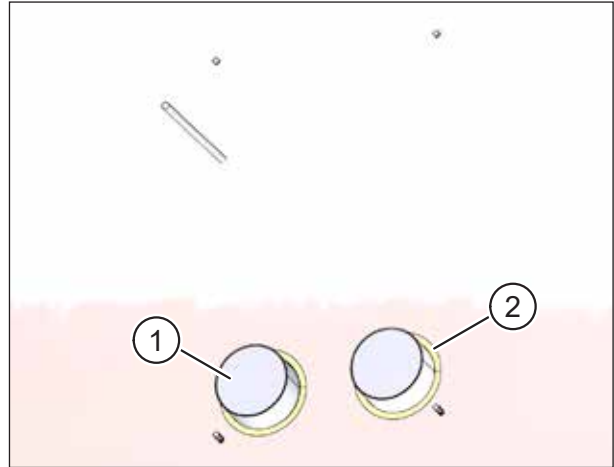

Abb. 28: Innenwand verputzen
- ▶ Verschließen Sie vor dem Verputzen beide Öffnungen der Lüftungsrohre mit Klebeband (Pos. 1 in Abb. 28) oder anderem geeigneten Material.
- ▶ Schneiden Sie den Montageschaum (Pos. 2 in Abb. 28) bündig zur Rohwand ab.